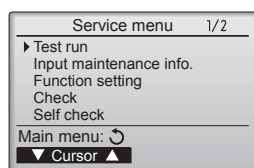

Fig. 6-3
- ③ Selecteer "Test run" (Proefdraaien) met de toets [F1] of [F2] en druk op de toets [✓]. (Fig. 6-3)